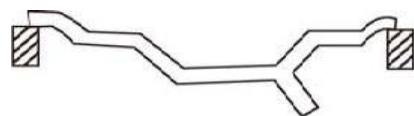

Figure 5-1
5.2.1 Кнопки режимов балансировки: режим М1 : в проекционном плане показаны грузы, прикрепленные с обеих сторон диска (режим по умолчанию). См. рис. 5-1.